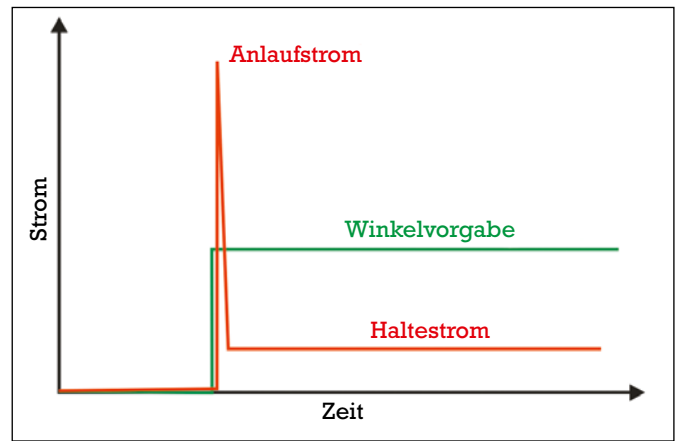

Abbildung 11: Stromverbrauch eines Servos während der Verstellung
Ein heikles Thema ist der Strombedarf eines Servos unter Last. Unter statischer Belastung - wenn eine Kraft über das Gestänge auf den Servohebel übertragen wird - ist bei maximalem Haltemoment der Strombedarf oft gar nicht so hoch. Selten kommt man über 1 Ampere (A). Misst man jedoch zeitlich hochaufgelöst mit einem Oszilloskop die Stromaufnahme während der Positionsveränderung, sieht man bisweilen Spitzenwerte von bis zu 100 A, wenn auch nur für einen sehr kleinen Moment; siehe **Abbildung 11**.